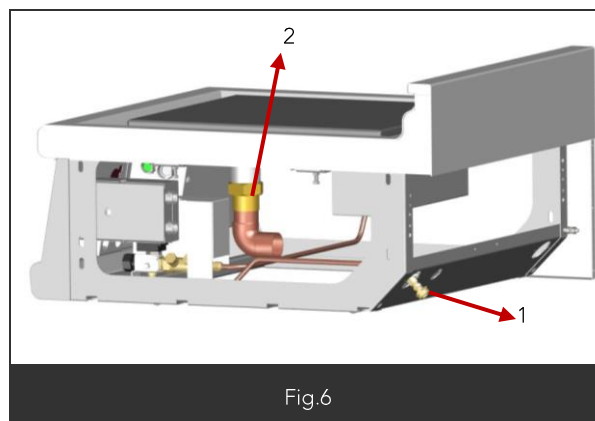

Fig.6
- Raccordement sur l'embout laiton mâle 15x21 (Fig6 Rep1)
- Raccordement à l'égout en 40x49 (Fig6 Rep2)